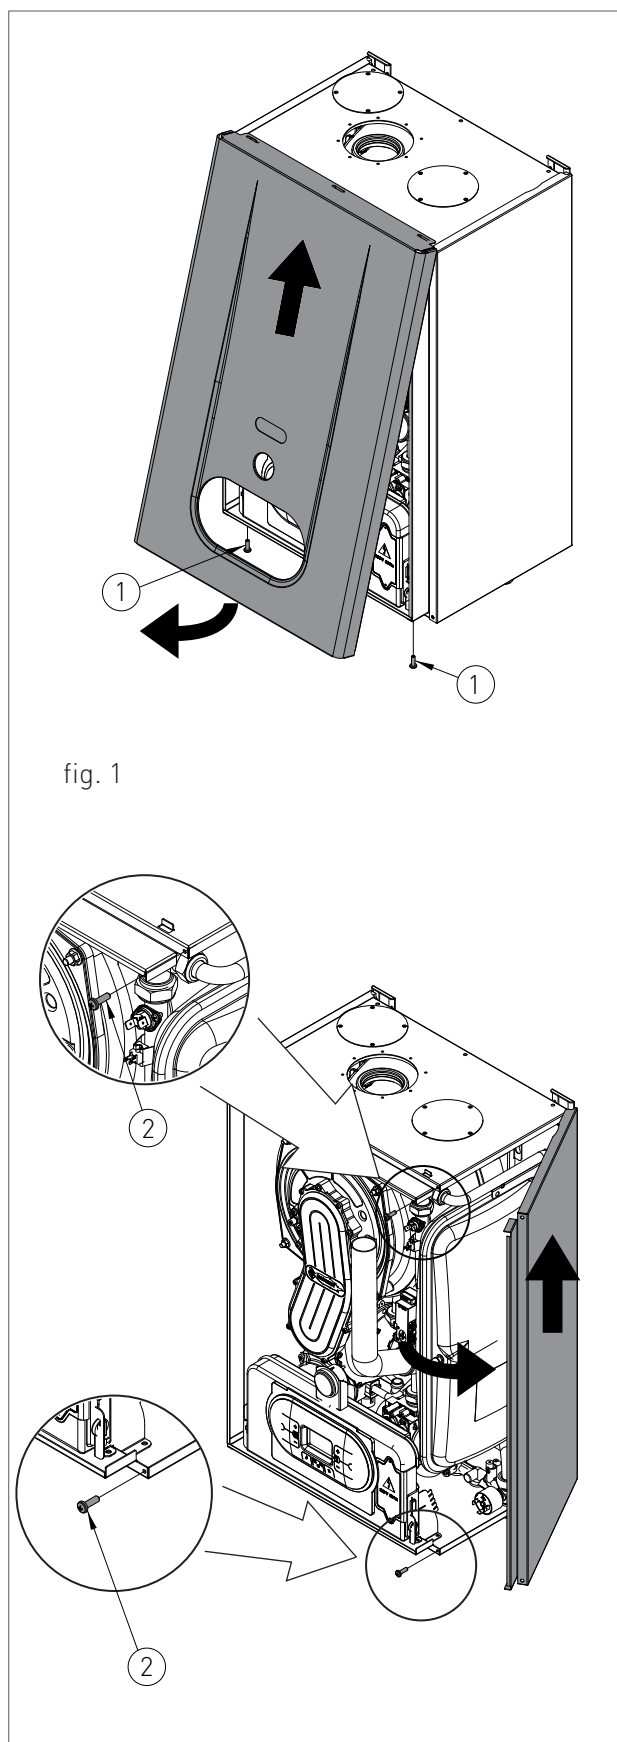

fig. 1
Nota: La posizione di funzionamento della valvola deviatrice è indicata dal colore visibile all'interno (vedi 'C' - fig. 1).
- › rimuovere le viti (1 - fig.1) di fissaggio poste nel bordo inferiore del pannello frontale;
- › afferrare il pannello frontale nella parte inferiore e, tirandolo verso se, estrarlo con movimento verso l'alto (vedi fig. 1).
- › rimuovere le viti (2 - fig.1) di fissaggio poste nel bordo frontale del pannello laterale;
- › afferrare la base del pannello e, dopo averlo spostato lateralmente, estrarlo alzandolo (vedi fig. 1).
- > Afferrare contemporaneamente le staffe di supporto del pannello comandi (fig. 1) allargandole e rovesciare il pannello, ruotandolo verso il basso;
- > svitare le quattro viti di fissaggio 1 - fig. 1;
- › ruotare il rubinetto di scarico dell'impianto 'RS' (fig. 1);